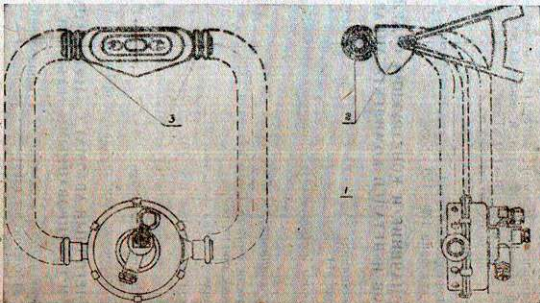

Рис. 2.
1. Легочный автомат с загубником и гофрированными трубками (см. рис. 2) состоит из следующих узлов:
Мундштучная коробка с загубником (см. рис. 2) служит для соединения органов дыхания водолаза с легочным автоматом и имеет резиновый наголовник, который предохраняет от случайного выпадания загубников изо рта водолаза.
Гофрированные трубки (см. рис. 2) служат для соединения мундштучной коробки или штуцера с легочным автоматом аппарата.